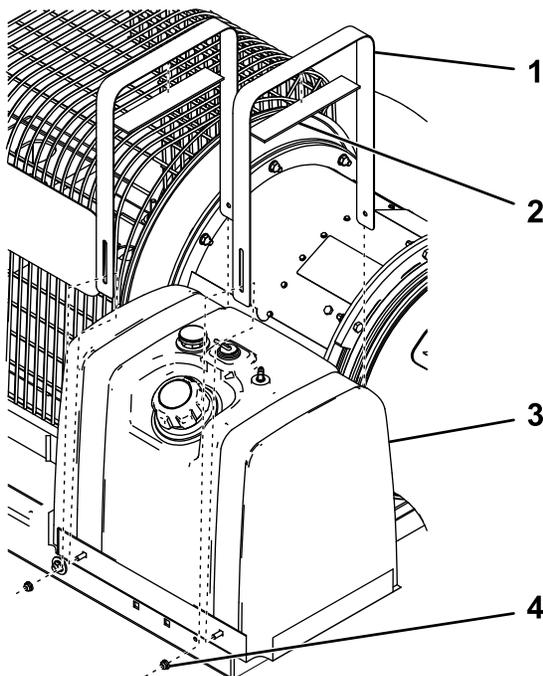

Рисунок 6
5. Прикрепите подкладки к хомутам топливного бака (**Рисунок 6**).
6. Закрепите новый топливный бак на поддоне топливного бака, используя хомуты и 4 фланцевые гайки (1/4 дюйма), как показано на **Рисунок 6**.